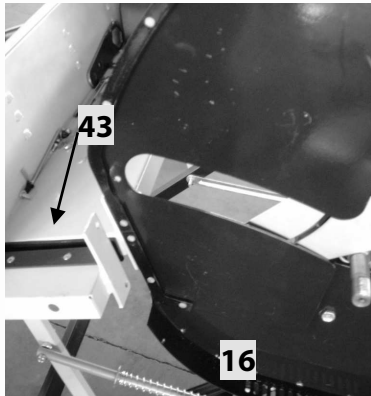
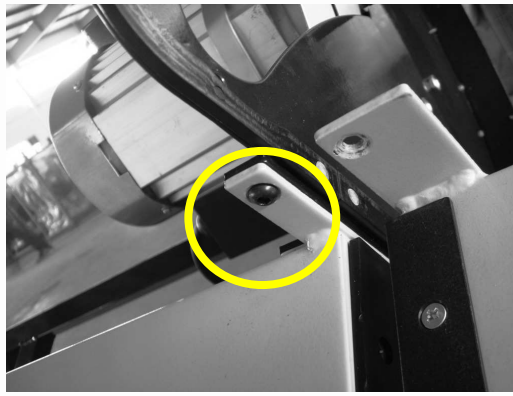

Fig 10
Fig 11
Positionnez la plaque de protection intérieure (16) sur la patte de fixation gauche du chariot (43) (Voir Fig 10), munissez-vous de 2 vis 6 pans creux à tête ronde M6x12 et fixez la plaque (Voir Fig 11).